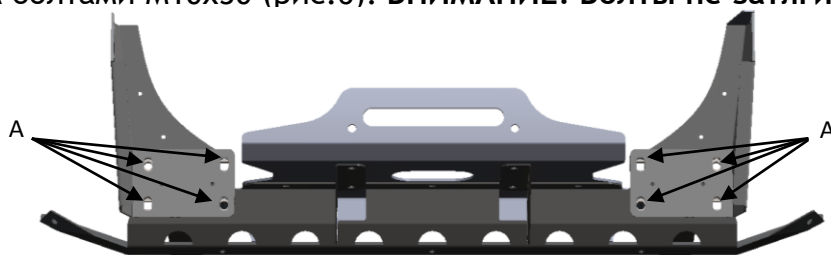

Рис.6
5. Установить усилитель площадки лебедки одновременно с кронштейнами опорной трубы в местах А болтами М10х30 (рис.6). **ВНИМАНИЕ! Болты не затягивать!**